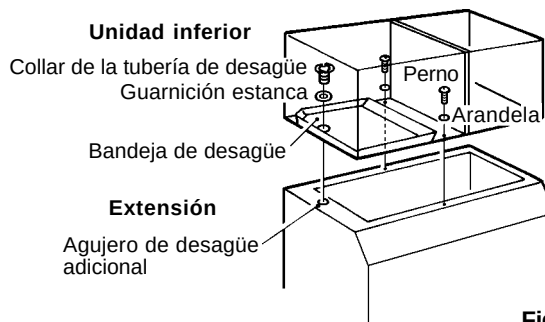

Fig. 6
- 5) Instalar la unidad inferior (tipo X) sobre la parte superior de la cubeta de almacén. Véase la fig. 6.
- 6) Sujetar la unidad inferior con los dos pernos y las dos arandelas suministradas. Véase la fig. 6.
Alinear el agujero de desagüe y el agujero de la bandeja de desagüe. Introducir la guarnición estanca accesorio de la cubeta) y ajustar firmemente el collar de la tubería de desagüe (accesorio de la cubeta) con un par recomendado de 39,2 Nm. Véase la fig. 6.